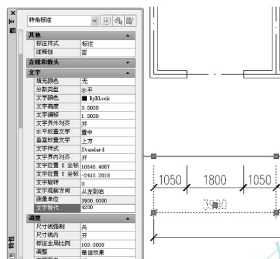

图 3.57 在【文字替代】文本框内输入“4200”
(1) 在命令行无命令的状态下, 选中左下角①和②轴线之间的 3900 尺寸线, 出现 5 个蓝色夹点, 依此可以理解尺寸标注的整体关系。
(2) 单击【标准】工具栏上的特性图标(快捷键 PR), 打开【对象特性管理器】。
(3) 向下拖动左侧的滚动条直至如图 3.57 所示位置, 并在【文字替代】文本框内输入“4200”, 然后按 Enter 键确认。
(4) 关闭【对象特性管理器】, 按 Esc 键取消夹点。这样①和②轴线之间的尺寸标注文字由“3900”变为“4200”。